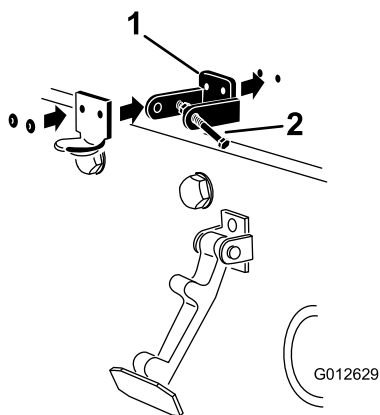

Figure 7
4. Alignez les trous de montage et positionnez le support de loquet CE et le support de loquet du capot sur le capot (Figure 7).
6. Rivetez les supports et les rondelles sur le capot (Figure 7).